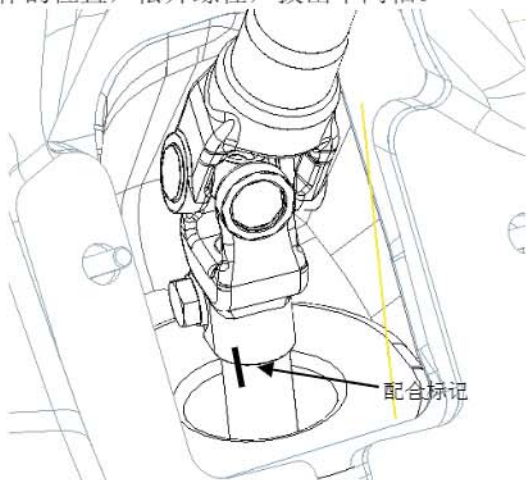

图 5.8 断开中间轴与加长轴连接
①在中间轴下端与加长轴配合处做好配合标记, 如图 5.8 所示。
②此时可以套上转向盘转动, 使螺栓处于方便操作的位置, 松开螺栓, 拔出中间轴。